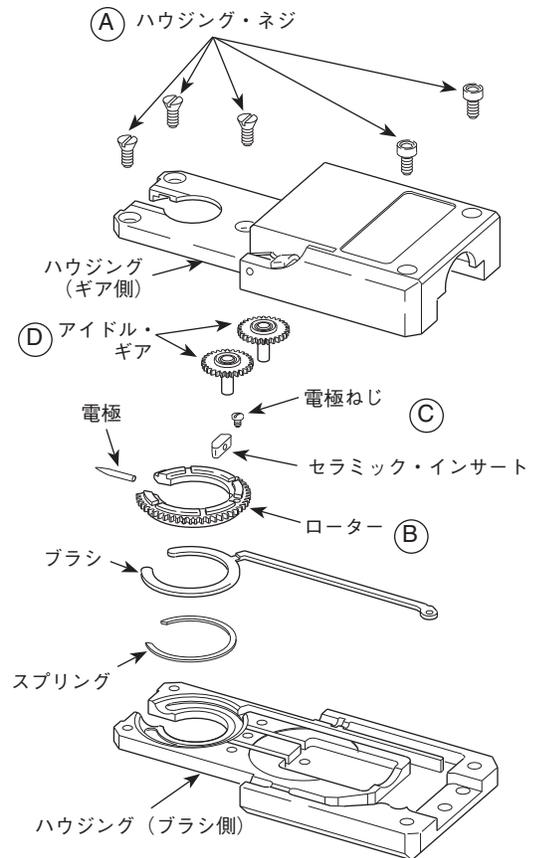
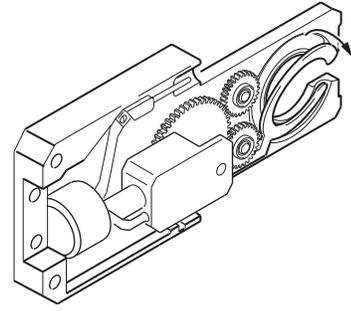
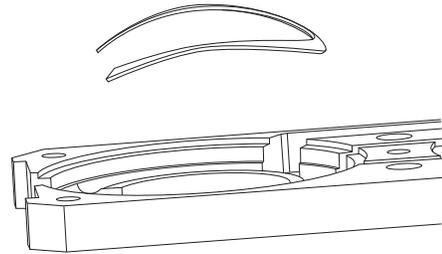

図29：マイクロ・ウェルド・ヘッド・コンポーネントの
図 30：ウェルド・ヘッド・ブラシを持ち上げてクリーニングを行う
図 31：スプリングを再度取り付ける
以下の手順に従って、シリーズ4のマイクロ・ウェルド・ヘッドの分解およびクリーニングを行ってください。各部品につきましては、図29、図30、図31をご参照ください。
2. ウェルド・ヘッド・ハウジングからネジを5本取り外します [図29 (A)]。
4. ローターをブラシ側のハウジングから持ち上げて、取り外します [図29 (B)]。
5. 電極固定ねじを緩め、電極およびセラミック・インサートを取り外します [図29 (C)]。
8. 2個のアイドル・ギアを取り外し、損傷がないか検査します。必要であれば交換してください [図29 (D)]。
10. マイクロ・ウェルド・ヘッドを固定します (図 30)。ブラシ側のハウジングからブラシをゆっくりと持ち上げて (図を参照)、外側に数度まわします。
注意：下方に曲がっている側をハウジング側に向け、スプリングをブラシ・ポケットに取り付けてください (図 31)。
注意：電極ねじを上向きにして、ローターをブラシに取り付けてください (図 29)。